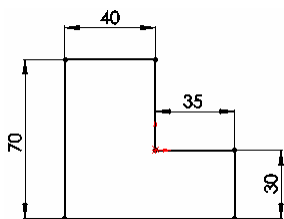

图 6-41 绘制的草图
① 设置基准面。在左侧的“FeatureManager 设计树”中用鼠标选择“前视基准面”作为绘制图形的基准面。
② 绘制草图。选择菜单栏中的“工具”→“草图绘制实体”→“直线”命令，绘制一系列直线并标注尺寸，结果如图 6-41 所示。